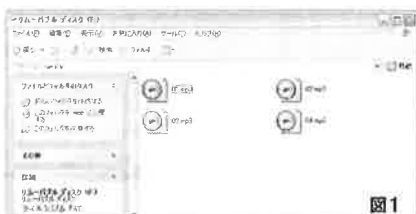

図1
- ①市販のカードリーダーにメモリーカードを差し込みます。
- ②カードリーダーをパソコンに接続します。
- ③スタート→マイコンピュータから、メモリーカードが挿入されているドライブを呼び出します。
- ④パソコン内に置いている作成した音色データ(MP3形式)をメモリーカードへ移動します。(図1)